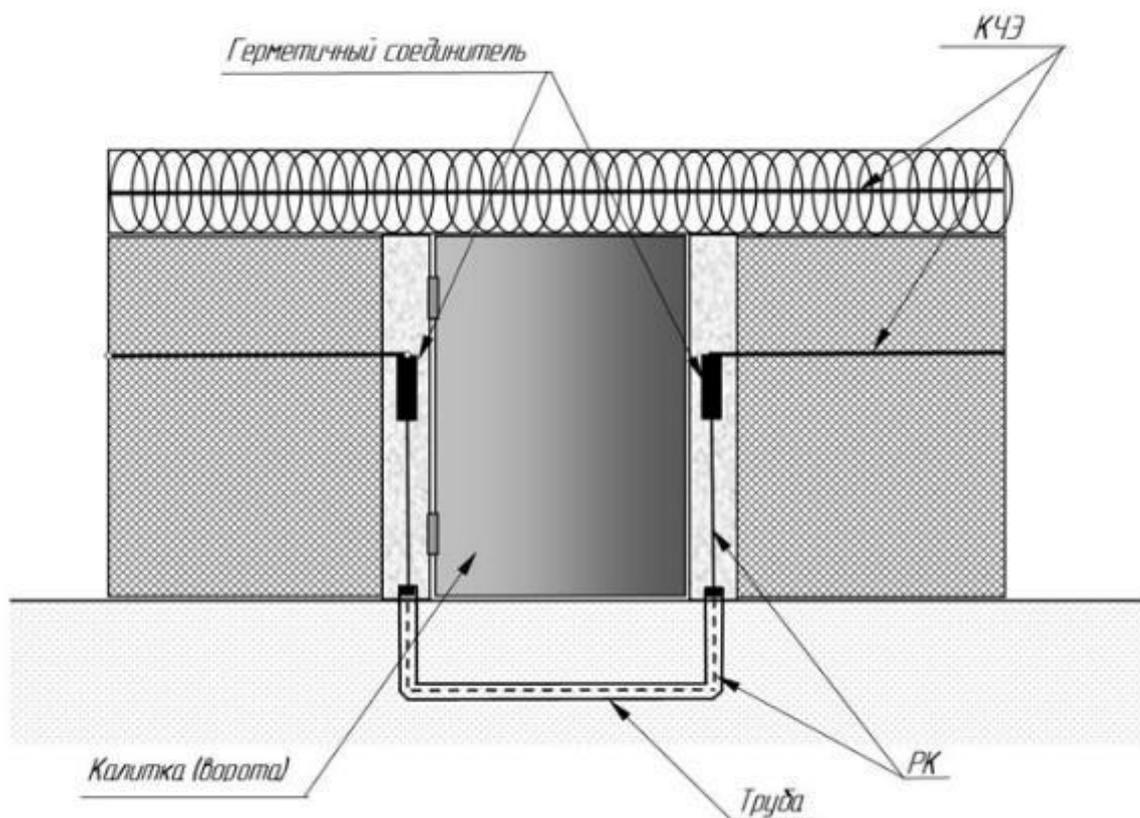

Рисунок 3.6 – Монтаж КЧЭ при обходе калиток и ворот
3.6.1 Монтаж КЧЭ при обходе калиток и ворот (рисунок 3.6) осуществлять в следующем порядке: